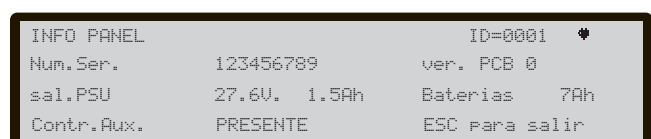

Figura 29 Pantalla Visualización Información de la Central
- la presencia de un controlador auxiliar (vea la Figura 29).